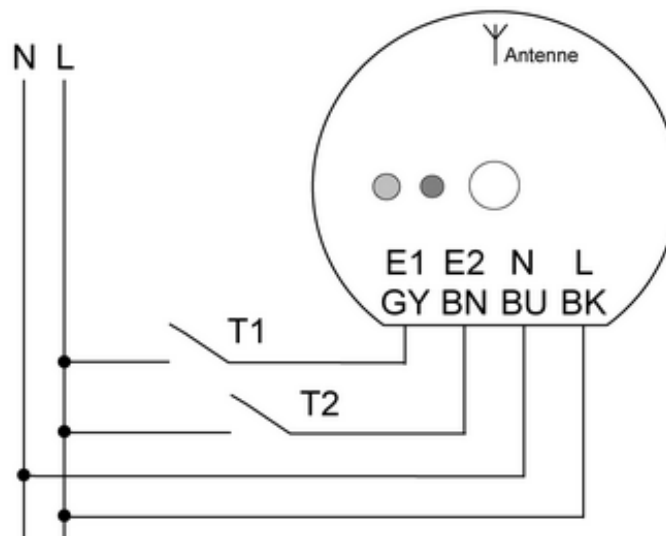
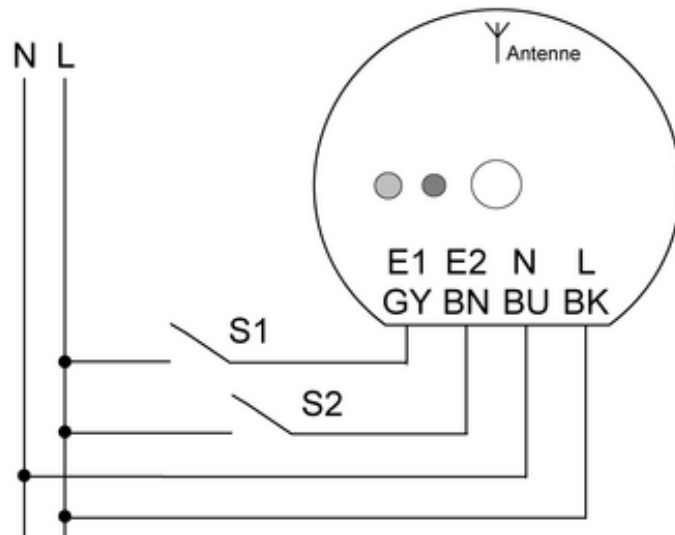
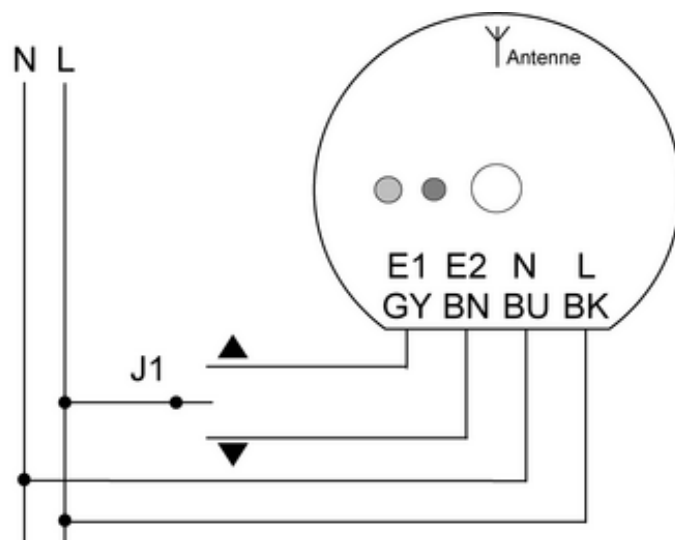
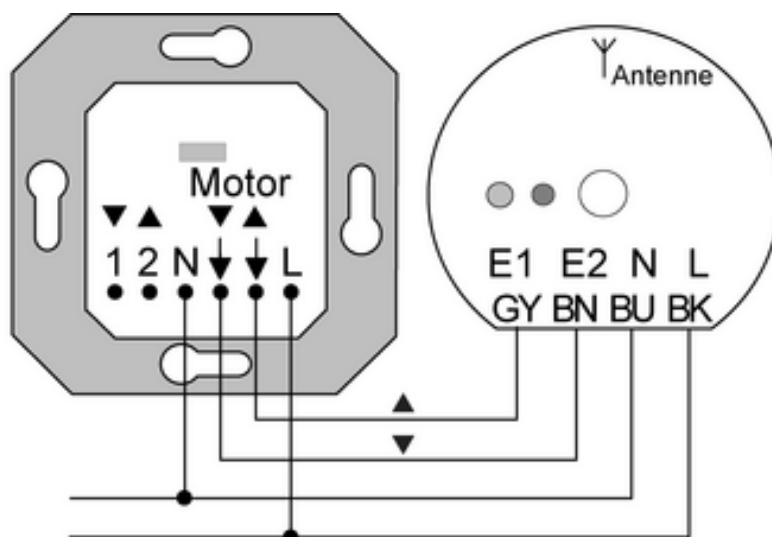

Bild 4: Anschlussplan Taster, Betriebsart A, B, C
Bild 5: Anschlussplan Schalter, Betriebsart B
Bild 6: Anschlussplan Jalousieschalter, Betriebsart D
Bild 7: Anschlussplan Jalousieeinsatz, Betriebsart D
- Angeschlossenen Taster (Bild 4) kurz oder lang drücken.
Diese Betriebsart ermöglicht das Ansteuern eines Jalousieaktors über einen Jalousie-Schalter (Bild 6) oder Jalousiesteuerungs-Einsatz (Bild 7).
- Funk-Sender gemäß Anschlussplan (Bild 4), (Bild 5), (Bild 6) oder (Bild 7) anschließen. Die Anschlussleitungen sind wie folgt zu belegen: